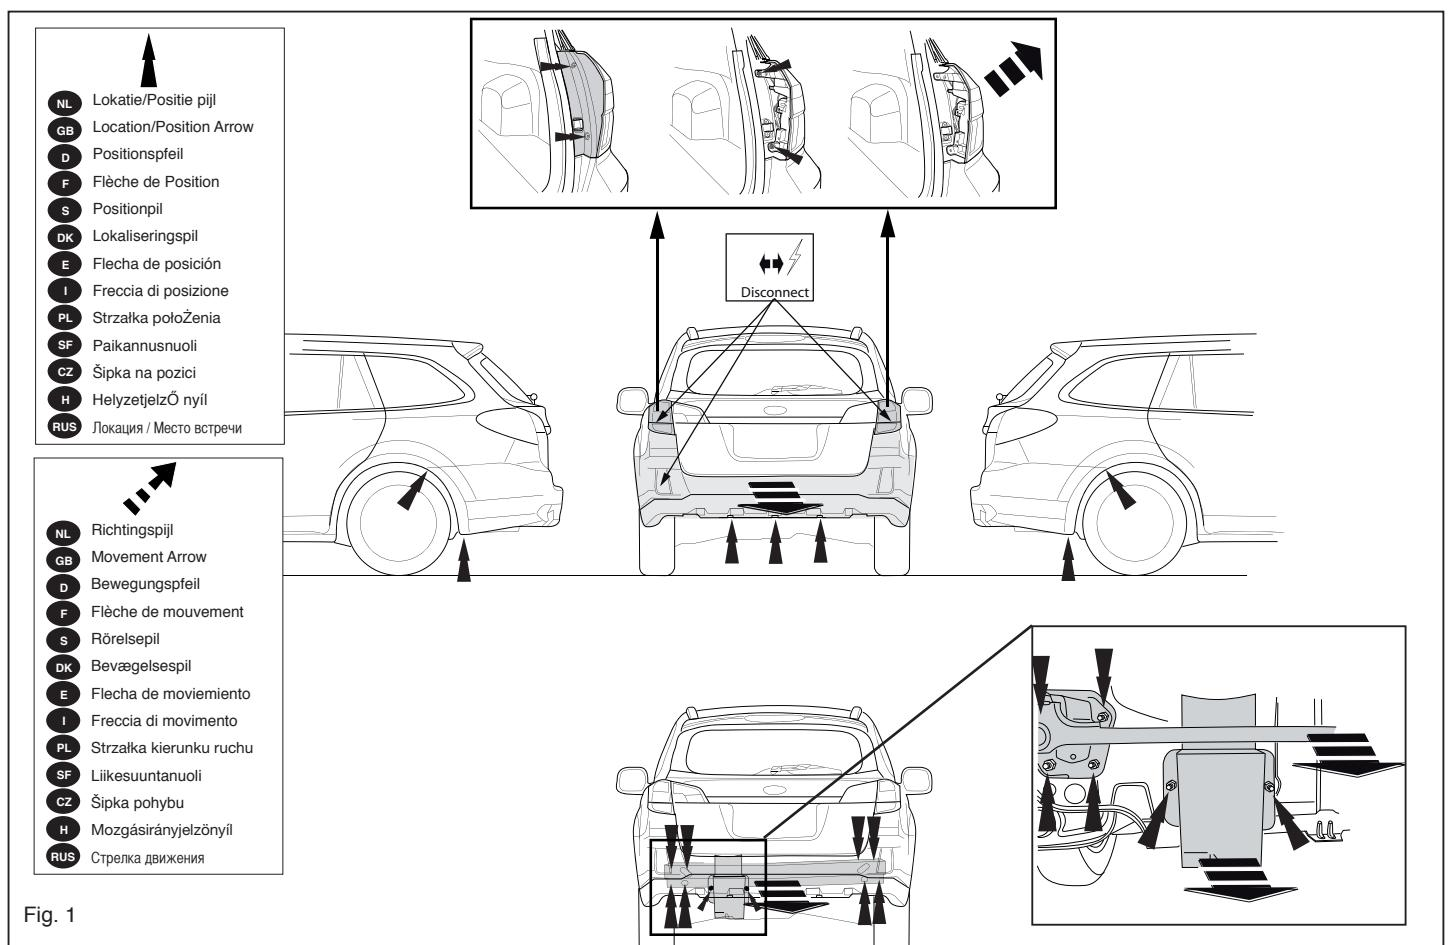

Fig. 1
1. Die Stoßstange abmontieren. Siehe Abbildung 1.
2. Den Querbalken vom Fahrzeug abmontieren. Siehe Abbildung 1.